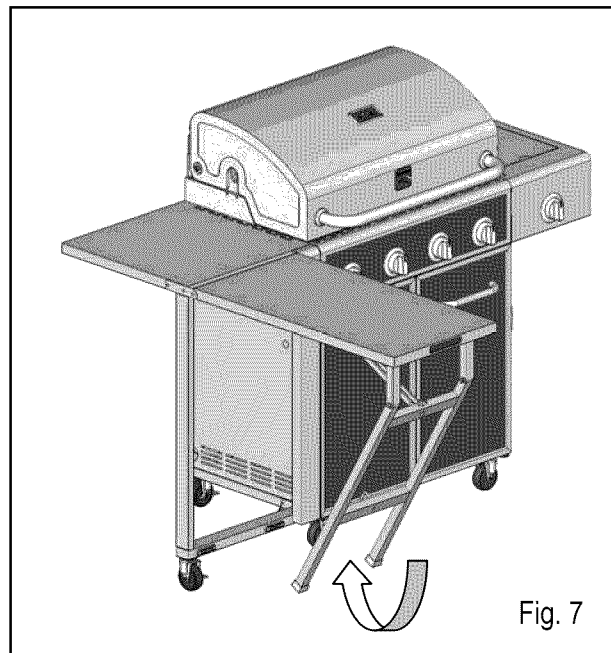

Fig. 7
5. Continúe sosteniendo la manija hacia fuera y levante las patas de la mesa. (Fig. 7)